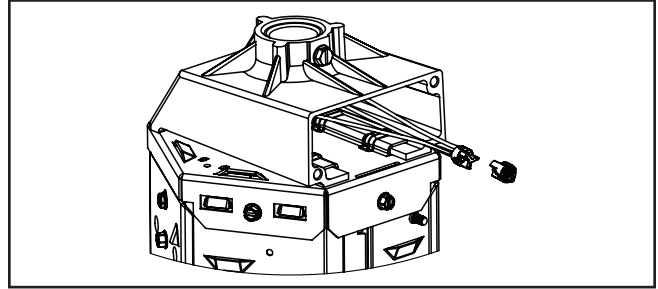

Figura 6.
6. Conecte el cableado conforme al código. (Figura 6.)